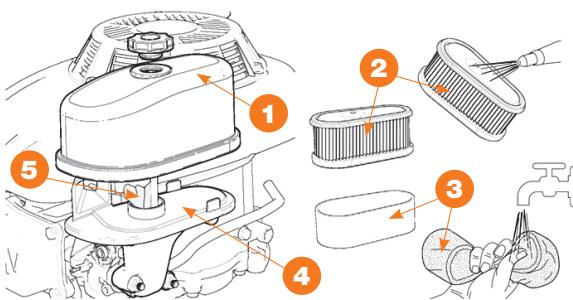

Рис. 24
- Очистить поверхность вокруг крышки (Рис. 24) 1 фильтра.
Не использовать воду, бензин, моющие средства или другие материалы для очистки картриджа. Фильтр предварительной очистки (Рис. 24) 3 из губки НЕЛЬЗЯ смазывать маслом.